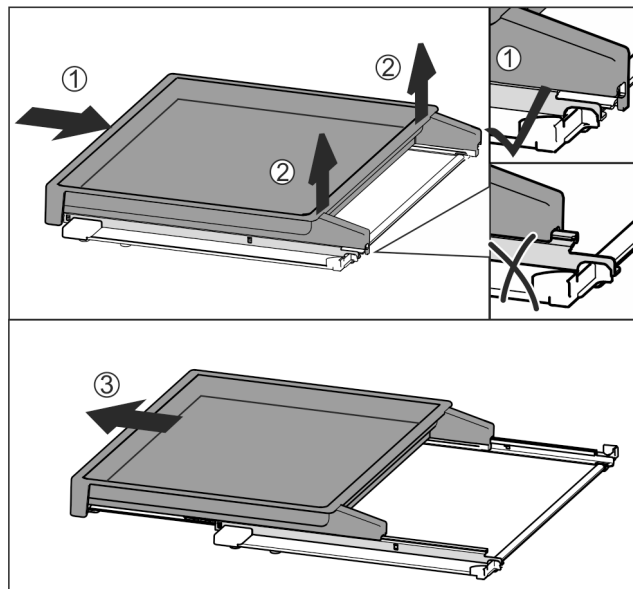

Fig. 78
- ▶ Vysouvací přihrádku zcela zasuňte Fig. 78 (1).
- ▶ Uvolněte západku na zadní straně Fig. 78 (2).
- ▶ Vysouvací přihrádku vyjměte směrem dopředu Fig. 78 (3).